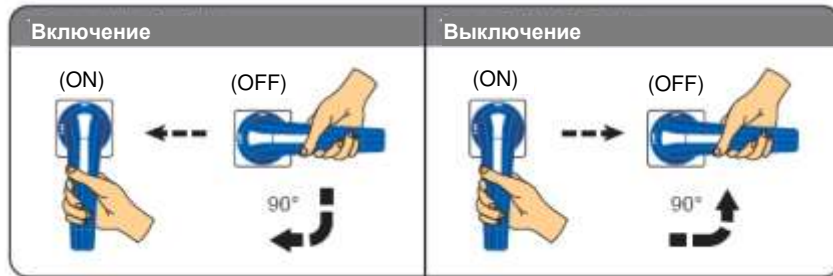

Рисунок 2-5: Включение/выключение переключателей
2. Для информации о том, как включить/выключить каждый переключатель см. **Рисунок 2-5**.